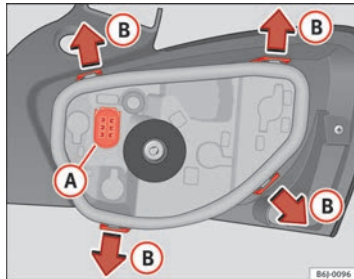

Abb. 162 Glühlampenersatz Rückleuchten
- Nehmen Sie den Lampenträger aus dem Gehäuse heraus. Drücken Sie dazu die Laschen (B) in Richtung der Pfeile ⇒ Abb. 162.